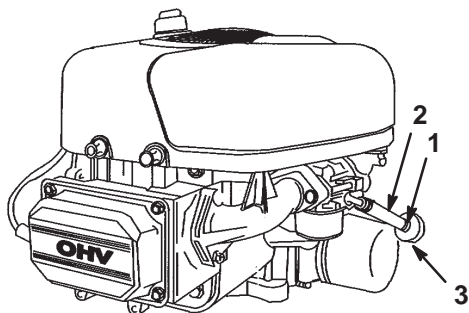

Figure 28
- Ouvrez le capot et trouvez le filtre à carburant (Fig. 28).
7. Pincez les extrémités du collier de fixation et poussez le collier en haut de la conduite d'alimentation, en direction du réservoir de carburant (Fig. 28).
8. Débranchez la conduite d'alimentation du filtre (Fig. 28) et laissez l'essence s'écouler dans un bidon ou un bac de vidange.
Remplacez le filtre à carburant toutes les 100 heures de fonctionnement ou une fois par an, le premier des deux prévalant. Le meilleur moment pour remplacer le filtre à carburant (Fig. 28) est lorsque le réservoir à carburant est vide. Ne réinstallez jamais un filtre à carburant encrassé après l'avoir déposé de la conduite d'alimentation.
6. Pincez les extrémités des colliers et faites glisser ceux-ci pour les éloigner du filtre (Fig. 28).